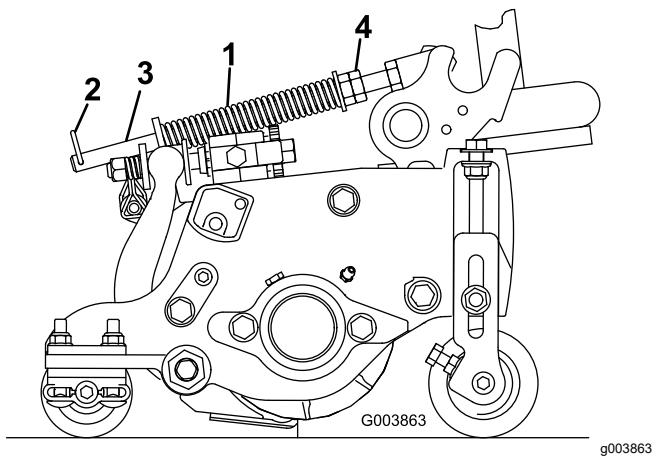

Рисунок 14
Пружина компенсации состояния грунта переносит вес с переднего на задний каток (Рисунок 14). Это препятствует образованию на грунте волнобразных неровностей (так называемых «волн» или «трясок»).
- Убедитесь, что игольчатый шплинт вставлен в заднее отверстие штока пружины (Рисунок 14).
- Затяните шестигранные гайки в передней части штока пружины так, чтобы сжатая длина пружины стала равна 12,7 см на машине с 5-дюймовыми режущими блоками или 15,9 см на машине с 7-дюймовыми режущими блоками (Рисунок 14).